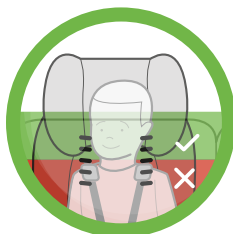

Figure 75
- **Orientation Vers l'Avant** – Les Sangles du Harnais doivent traverser les Fentes du Harnais au niveau ou au-dessus – et le plus près possible – des épaules de l'enfant, tel qu'illustré dans la **Figure 75**.